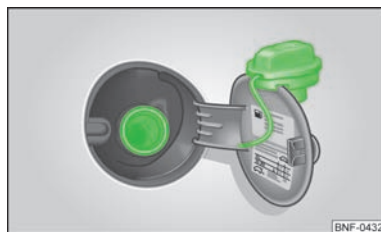

Fig. 94
Les carburants prévus pour votre véhicule ainsi que la taille des pneus et la pression de gonflage sont indiqués sur la face intérieure de la trappe à carburant » fig. 94.
- Ouvrir le couvercle du réservoir à la main » fig. 94.
- Dévissez le bouchon du réservoir en le faisant tourner vers la gauche et fixez-le en haut de la trappe du réservoir » fig. 94.